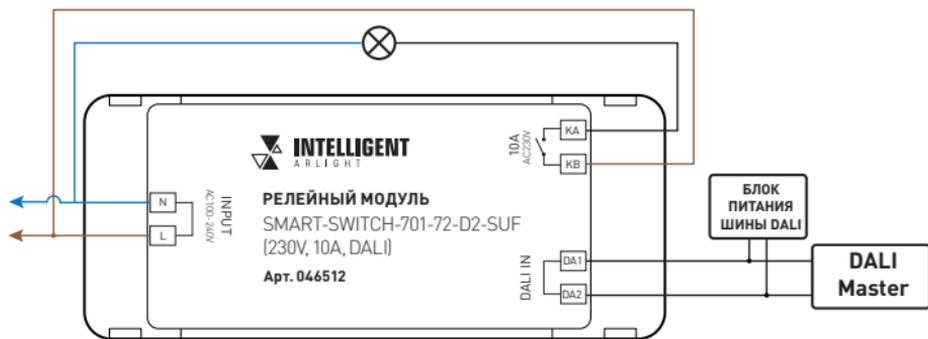

Рис. 1. Схема подключения релейного модуля
- 3.2. Подключите релейный модуль согласно схеме, приведенной на рис. 1.